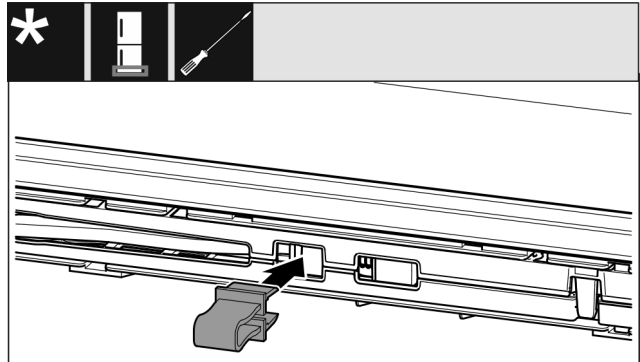

Fig. 14
- ▶ Sicherung in Öffnung einrasten. (siehe Fig. 14)